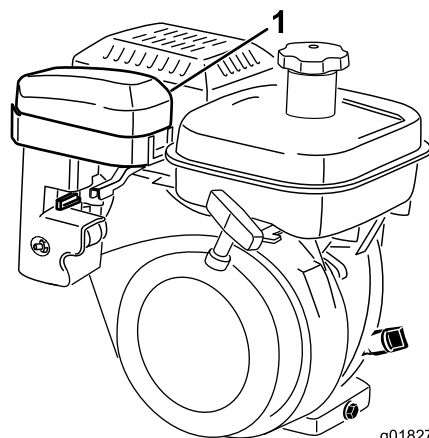
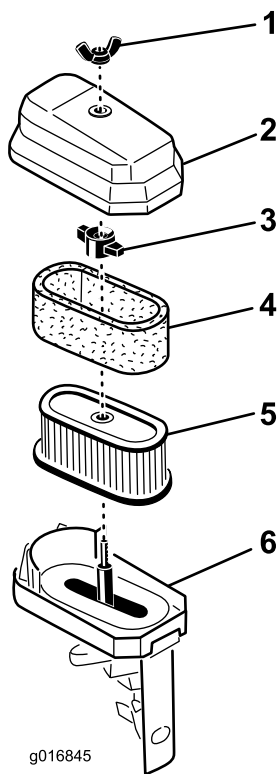

Figura 36
Figura 37
3. Si el elemento de gomaespuma está sucio, sepárelo del elemento de papel (Figura 37). Límpielo a fondo.
2. Retire la tuerca de orejeta que sujeta la tapa del limpiador de aire al limpiador de aire, y retire la tapa. Limpie la tapa a fondo (Figura 36 y Figura 37).